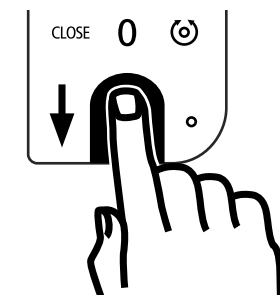

Fig. 8
- 2 Arraste a ponta do dedo armazenado de cima para baixo sobre o campo do sensor (Fig. 8).